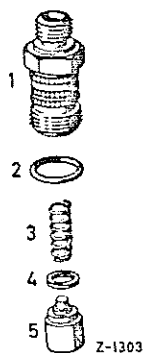

Fig.07-3/5
13. Draai de aansluitnippel (1) van de 1e plunjer los en verwijder hierna de rubber afdichtring (2), de veer (3) en het persklepje (5) met de afdichtring (4) (fig.07-3/5).
Monteer de aansluitnippel opnieuw, maar zonder de onderdelen 3 t/m 5 en monteer het overlooppijpe (5) (fig.07-3/6).
14. Om er zeker van te zijn, dat de hefboom (1) resp. de regelstang op max. opbrengst staan, moeten de hefboom en dus de regelstang enige malen tot aan de aanslag in de stoprichting worden bewogen en weer los worden gelaten (fig.07-3/1).